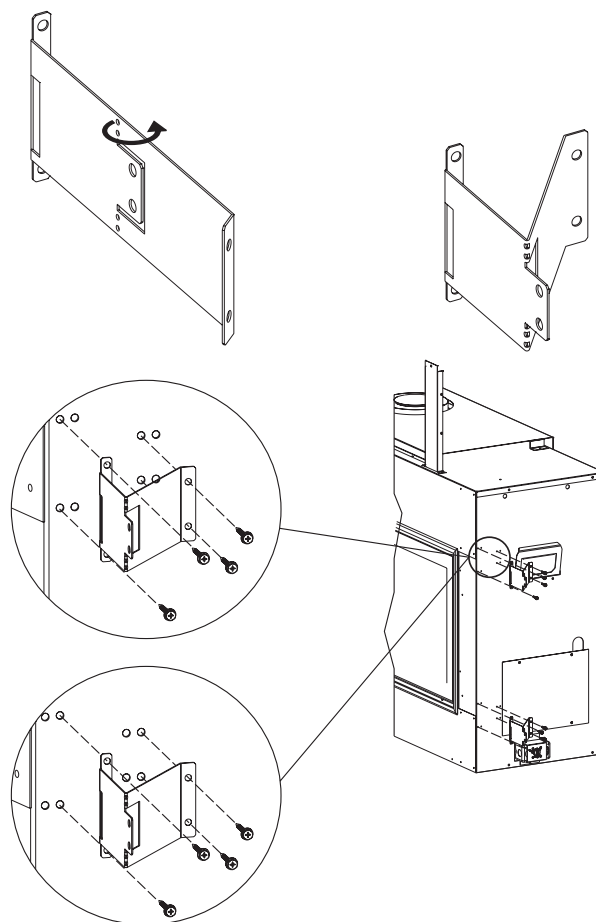

Figure 24
3. Prenez les quatre supports de cadre et pliez-les à la main en forme de V, comme montré à la **figure 24**. Fixez-les avec des vis à tête hexagonale de 1/2 po (12,7 mm) à filetage 10.
4. Repérez les brides de fixation sur les côtés du foyer (deux de chaque côté). Voir la **figure 24**.